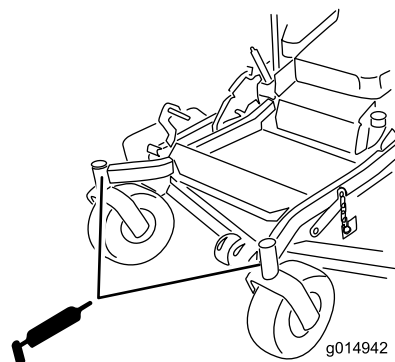

Figura 40
10. Instale el tapón hexagonal y la tapa (Figura 40).